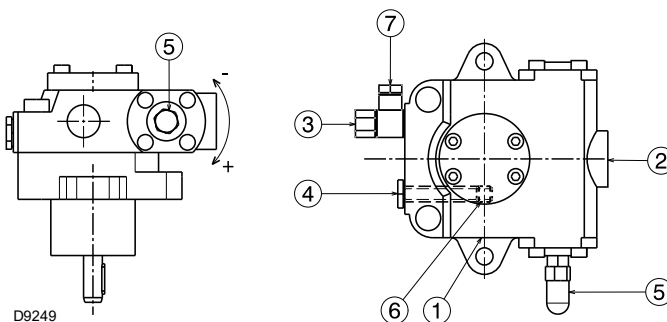

Abb. 23
Sie sind am Brenner installiert und der Bypass wird mit der Schraube 6 (Abb. 23) geschlossen.
- Damit sich die Pumpe (Abb. 23) selbst einschalten kann, muss die Schraube 4) der Pumpe gelockert werden, damit die Saugleitung entlüftet wird.
Zeichenerklärung (Abb. 23)
Dieser Vorgang ist möglich, weil die Pumpe werkseitig mit Brennstoff gefüllt wird. Falls die Pumpe geleert wurde, muss sie vor dem Anfahren über den Stopfen des Vakuummeters 4)(Abb. 23) mit Brennstoff gefüllt werden, andernfalls kommt es zum Festfressen.